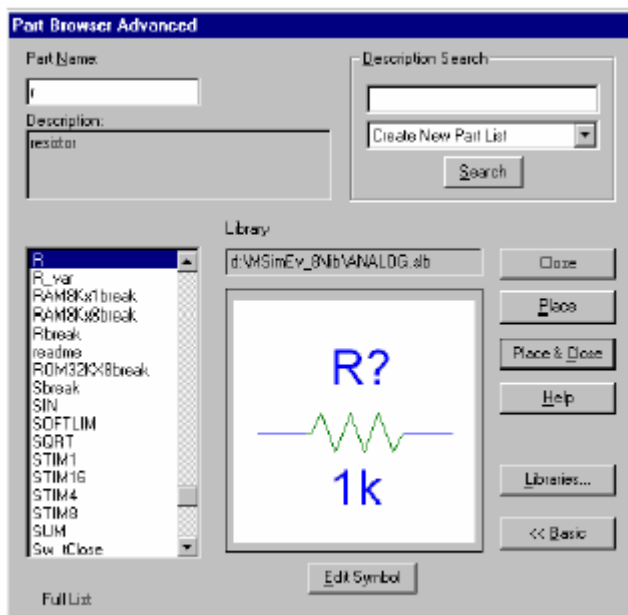
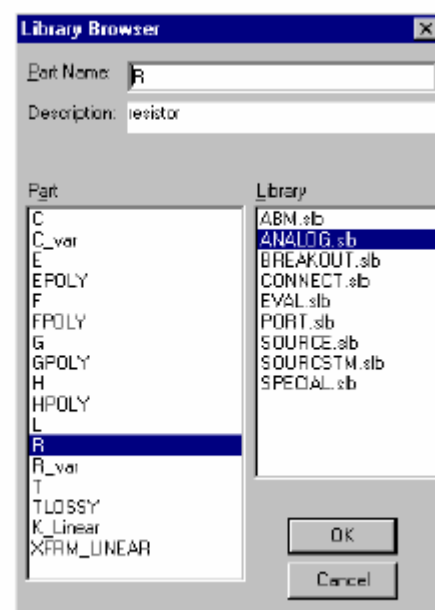

Figura 5
Figura 6
2. En la ventana de selección de símbolo (figura 5) escribiremos el nombre del dispositivo. Si no se conoce el nombre del dispositivo deseado, lo buscaremos entre las librerías. Para ello desplegaremos la lista de librerías pulsando sobre **Libraries**, aparecerá una ventana con la lista de librerías a la derecha y una lista de los componentes de la librería seleccionada a la izquierda (figura 6).